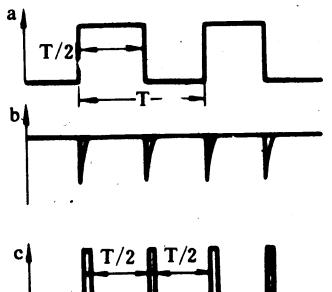

图 2
1) 用于钟脉冲倍频。这时候输入为对称的正极性方波(即钟脉冲)，它直接经 $R_2 C_2$ 微分后由二极管 D_2 取出负极性尖脉冲，同时输入的钟脉冲经 T_1 与非门倒相，然后经 $R_1 C_1$ 微分，同样由二极管 D_1 取出负极性尖脉冲，两路信号求和，再由 T_2 与非门整形，则得倍频脉冲。按图中参数输入正极性钟脉冲频率为 100 kHz 时，则输出脉冲频率为 200 kHz，其波形如图 2 所示。